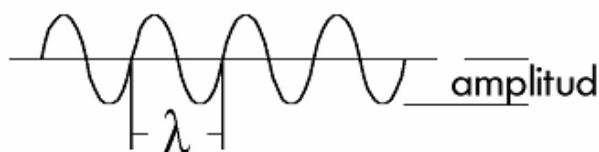

Figura 2: Representación de la amplitud i longitud de onda
**Longitud de onda** es la distancia que cubre una onda durante una oscilación completa. El rango de frecuencias audibles cubre unas 10 Octavas, des de 16Hz hasta 16000 Hz. Su correspondiente rango de longitudes de onda cubriría desde 20 metros a 2 cm (la luz visible cubre únicamente una octava, de 400 a 800 nm). En la figura 2 podemos ver la amplitud y longitud de onda de una onda sonora.